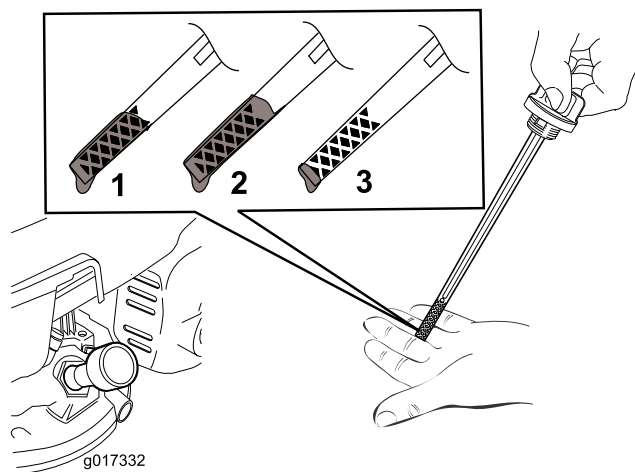

图6
2. 拆下量油尺（图6）。
注意： 向发动机曲轴箱添加机油，直到量油尺显示机油油位达到 图6 中所示的正确位置。如果发动机加注机油过多，则需要按照“更换机油”一节的说明，去除多余机油。